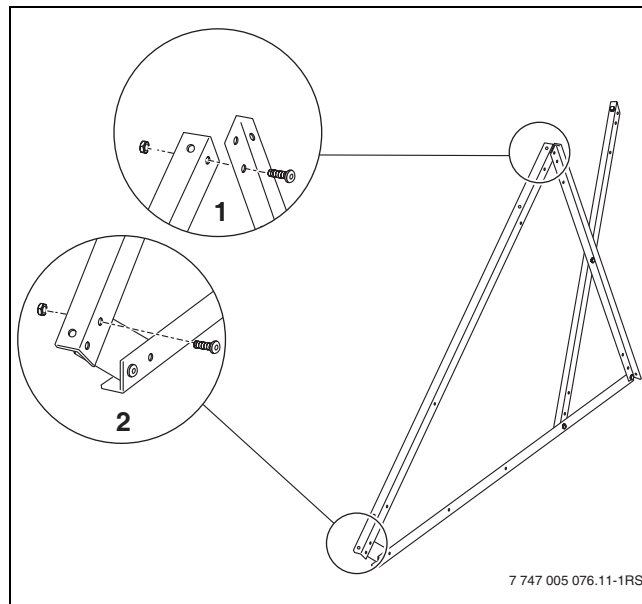

Fig. 11 Monter le rail de support-capteur
- Visser les rails de support-capteur en haut au rail de support-ballon (fig. 11, [1]) et en bas au niveau de l'appui [2].